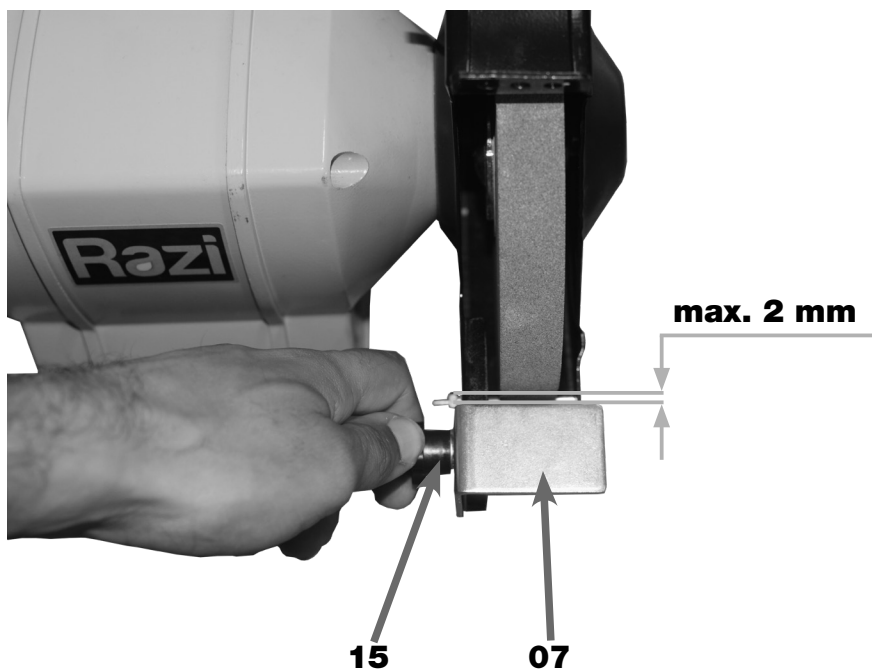

FIGURA 08 – Fixação da Base de Apoio
3. FIXAR a Base de Apoio (07) utilizando o Parafuso Cabeça Francesa M6 e o Manipulo de Aperto (15) (Figura 08);
4. DEIXAR uma distância máxima de 2 mm entre o Rebolo (03) ou (04) e a Base de Apoio (07) (figura 08);
15. AJUSTAR a Base de Apoio (07) conforme descrito no procedimento anterior (figura 08).